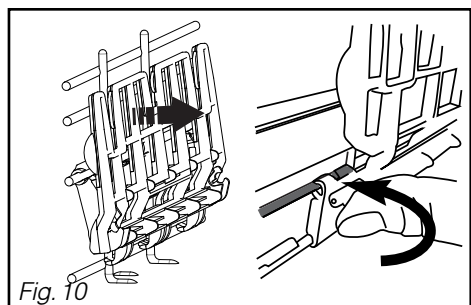

Fig. 10
- Le passage de la position basse à la position haute se fait en dépliant et repliant la clayette dans la position désirée. *Fig 10*